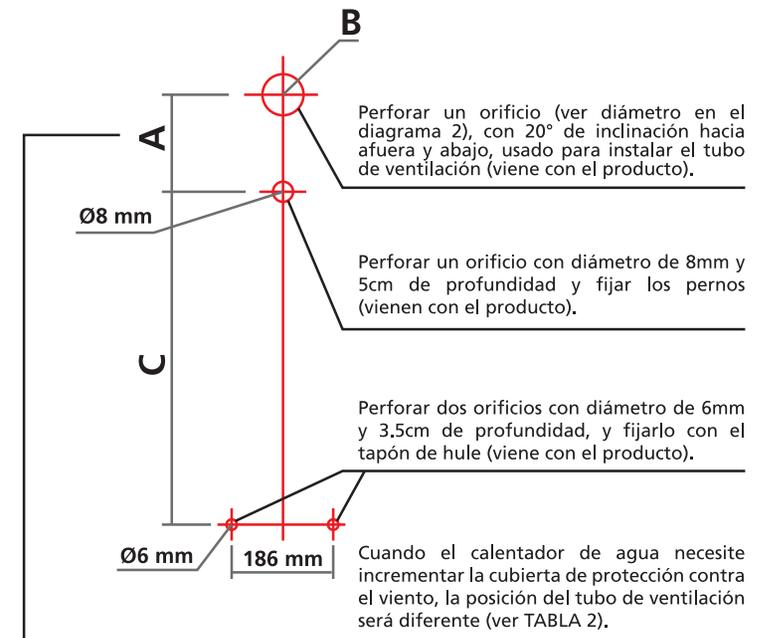

FIGURA 5
- 1.Perforar orificios en la pared de acuerdo a las dimensiones que aparecen en la (Figura 5), y sujetar los pernos de expansión M6;